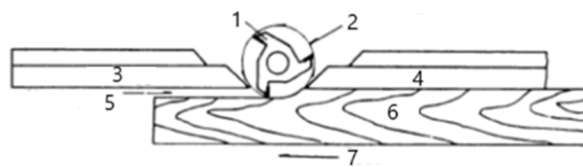

Figura 2
2. Quando a operação de modelagem remove toda a borda do trabalho (ou seja, junta ou faz um cordão completo), a borda moldada não será suportada pela guia traseira quando ambas as guias estiverem alinhadas, conforme mostrado na figura 2. Neste caso, a peça de trabalho deve ser avançada até a posição mostrada na figura 2 e parada.